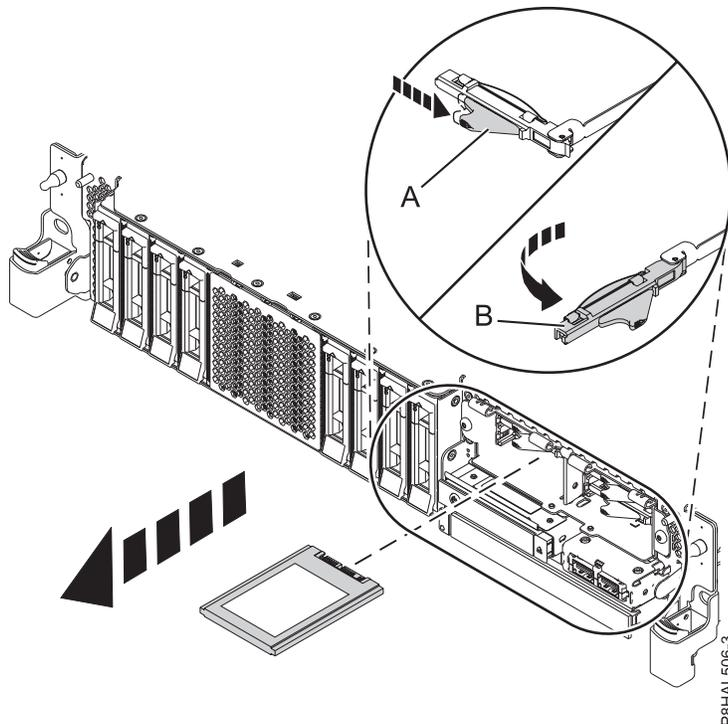

Abbildung 92. Solid-State-Laufwerk in einem System mit erweiterten Funktionen ausbauen
11. Wenn die Kennzeichnungs-LED blinkt, entriegeln Sie den Griff des Laufwerks **(B)**, indem Sie die Verriegelung **(A)** in die gezeigte Richtung schieben und den Griff des Laufwerks **(B)** zu sich hin nach außen ziehen. Siehe Abb. 92 auf Seite 100. Wird der Griff nicht ganz nach außen gezogen, lässt sich das Solid-State-Laufwerk nicht aus dem System schieben.